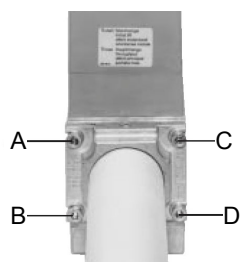
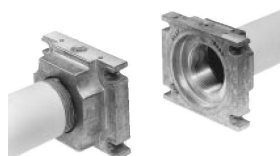

Fig. 8
Fig. 9
- 1 Allentare le viti A e B **non** svitare (Fig. 8 e Fig. 9)
- 2 Svitare le viti C e D (Fig. 8 e Fig. 9)